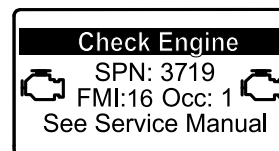

Figura 39
- Se è necessaria una rigenerazione parcheggiata, viene visualizzata un'avvertenza motore nell'InfoCenter SPN 3719, FMI 16 (Figura 39) e il computer riduce la potenza del motore all'85%.